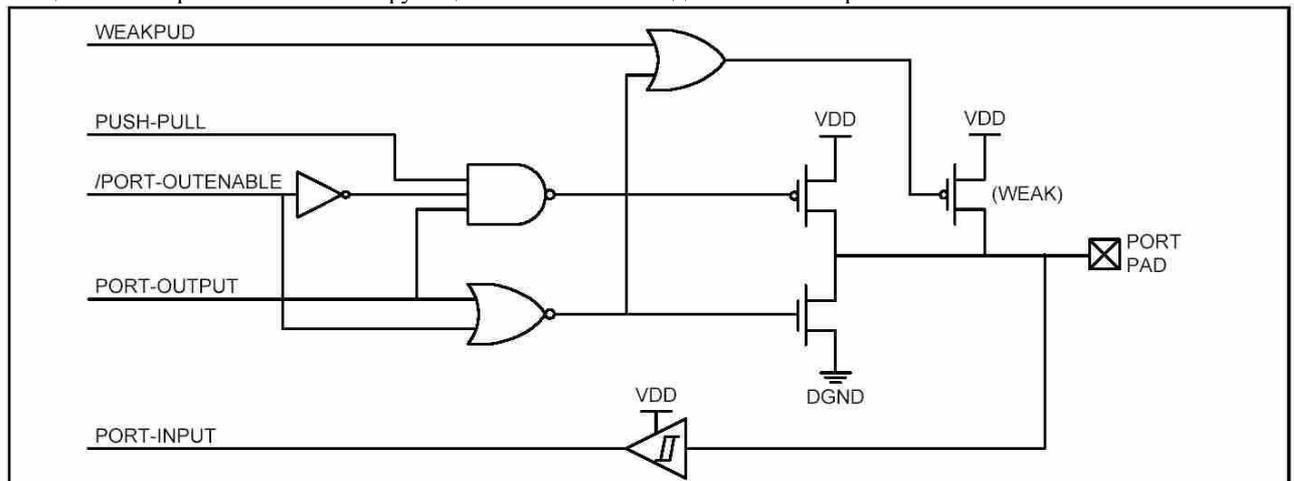

Рис.2.6. Функциональная схема линии порта.
**Порты ввода/вывода.** Выходные характеристики портов ввода/вывода устанавливаются в регистрах конфигурации портов (Port Configuration Registers): PRT0CF, PRT1CF, PRT2CF и PRT3CF. Каждый вывод может быть назначен как вывод "с открытым истоком" или как трехстабильный вывод. Такое назначение требуется даже для линий ввода/вывода интерфейсов, назначенных в регистрах XBRn. Следует помнить, что только линии SDA и SCL интерфейса SMBus и линия RX в режиме 0 интерфейса UART автоматически устанавливаются как линии "с открытым истоком". Бит WEAKPUD в регистре XBR2 отвечает за "слабую подтяжку" выходного уровня, если этот бит установлен в 0, то "слабая подтяжка" выходов осуществляется для всех линий портов, установленных в режим "с открытым истоком". С другой стороны, этот бит не действует на линии ввода/вывода, установленные как трехстабильные. Кроме того, "слабая подтяжка" включается для выводов, находящихся в состоянии логического нуля, для исключения бесполезных потерь мощности. На рис.2.6. показана функциональная схема одной линии порта.